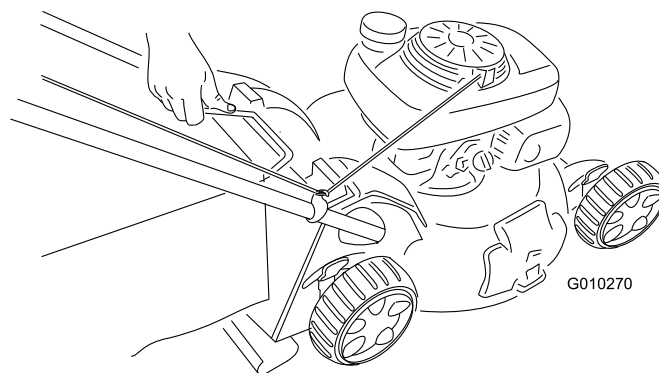

Figure 28
2. Soulevez le bac à herbe par la poignée pour le dégager des rainures en haut de la machine et le retirer (Figure 28).